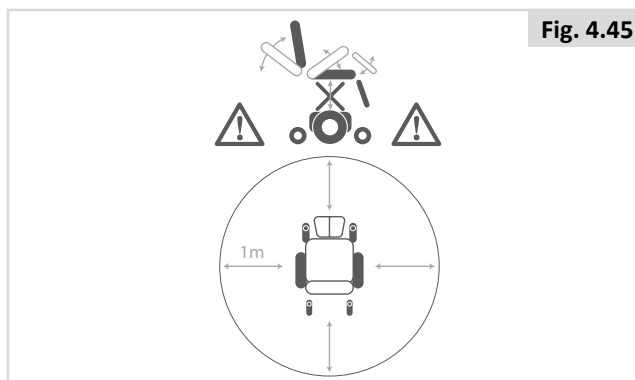

Fig. 4.45
- Al igual que con todas las piezas movibles, procure no atraparse los dedos, (Fig. 4.45).